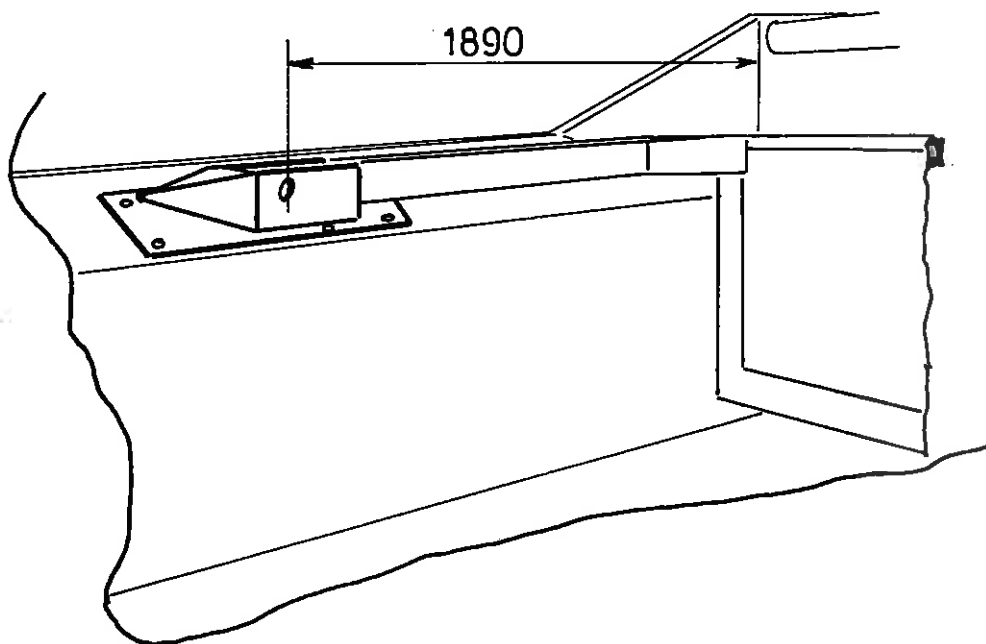

Fig. 23A. Mål for hydraulisk b-
7.1. Hydraulisk bagsmæk Fig. 23A og B.
Ved efterbestilling (og eftermontering) skal der skæres hul (210 x 100 mm) i begge sideplader. Inden der skæres, vil det være tilrådeligt at spænde begge konsoller op med evt. skruevinger og derefter kontrollere at tværmålet stemmer overens med afstanden på bagsmækkens arme. Ligeledes bruges konsollerne som model for opmærkning af 6 stk. Ø12,5 mm huller for fastspænding af konsollerne med 12 mm bolte. Se fig. 23A og B. Medfølgende påsvejsningstap for cylinder svejses på ydersiden af sprederen således at cylinderen er vandret med stempelstangen monteret i bagsmækkens arm og med denne nedsænket i sprederen.